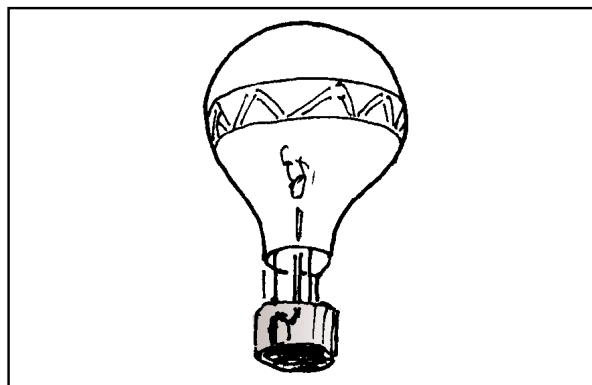

Fig. 13.5. Mongolfiera (per l'esercizio 2)
2. La fig. 13.5 mostra una mongolfiera. La mongolfiera è aperta verso il basso, l'aria che contiene viene riscaldata con una fiamma a gas. Perché la mongolfiera sale?